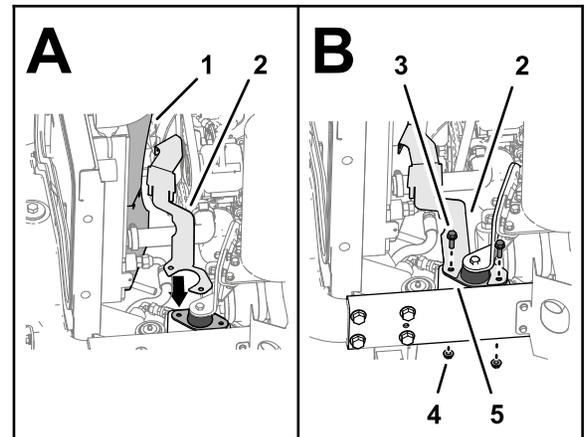

图42
2. 将冷却液储液箱支架中的孔与顶部和底部风扇护罩中的孔以及发动机安装架中的孔对齐图42。
3. 使用在第1步中卸下的2个凸缘头螺丝5/16 x 1英寸和2个锯齿凸缘螺母5/16英寸把冷却液储液箱支架松松地安装到发动机安装架上图42。